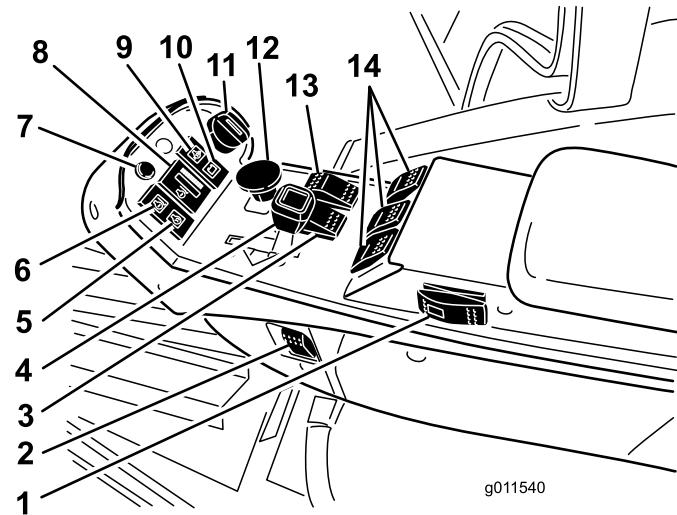

Figure 4
Le témoin de diagnostic (Figure 4) s'allume si une anomalie du système est détectée.
Dans des conditions de fonctionnement normal, la jauge (Figure 4) doit se trouver dans le vert. Vérifiez le système de refroidissement si la jauge passe au jaune ou au rouge.
Ce témoin (Figure 4) s'allume pour indiquer une baisse de pression dangereuse de l'huile moteur.
Ce témoin (Figure 4) s'allume pour indiquer une défaillance du circuit de charge.
Le commutateur à clé (Figure 4) a trois positions : arrêt, contact/préchauffage et démarrage.
La commande de PDF (Figure 4) a deux positions : sortie (démarrage) et rentrée (arrêt). Tirez sur le bouton de PDF pour engager les lames des tabliers de coupe. Appuyez sur le bouton pour désengager les lames des tabliers de coupe.
Lorsque la vitesse de tonte (lente) est sélectionnée, appuyez de façon continue sur le commutateur du diviseur de débit (Figure 4) pour améliorer la motricité si les conditions d'utilisation sont difficiles.
Ce sélecteur (Figure 4) permet d'augmenter la gamme de vitesse pour le transport de la machine. Les tabliers de coupe ne fonctionnent que dans la gamme haute. De plus, les tabliers de coupe ne peuvent pas être abaissés de la position de transport quand le sélecteur est en position gamme haute. Si le sélecteur est déplacé de la position gamme basse (LO) à la position gamme haute (HI) avec les tabliers de coupe abaissés et/ou la PDF engagée et/ou le régulateur de vitesse engagé, la position HI ne sera pas sélectionnée. Pour que la sélection soit possible, le sélecteur doit être placé à la position « LO » et toutes les exigences doivent être satisfaites.
Ces commandes (Figure 4) permettent de relever et d'abaisser les tabliers de coupe. Poussez les commandes en avant pour abaisser les tabliers de coupe et en arrière pour les relever. Quand vous démarrez la machine, avec les tabliers de coupe abaissés, appuyez sur la commande de relevage pour permettre aux tabliers de coupe de flotter et de tondre.
Déplacez la commande (Figure 4) en avant pour augmenter le régime moteur et en arrière pour le diminuer.
Appuyez sur le bord inférieur de l'interrupteur (Figure 4) pour allumer l'éclairage. Appuyez sur le bord supérieur de l'interrupteur pour éteindre l'éclairage.
Ce témoin (Figure 4) s'allume pour indiquer que les bougies de préchauffage sont activées.
Le témoin (Figure 4) s'allume et les tabliers de coupe s'arrêtent (la PDF est désengagée) si le moteur atteint une température dangereuse. Si la température continue de monter, le moteur s'arrête.